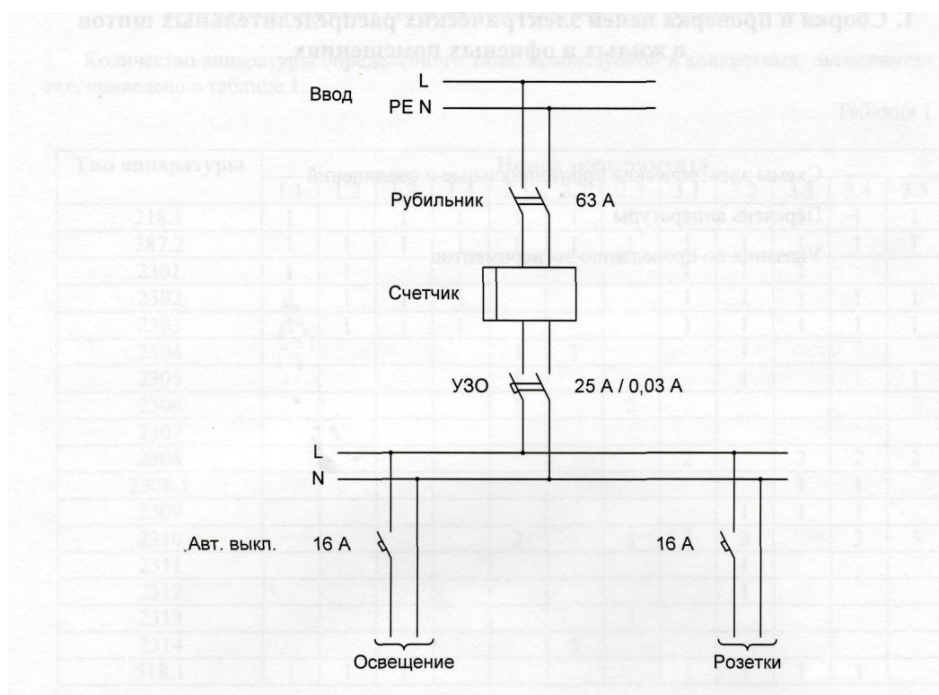
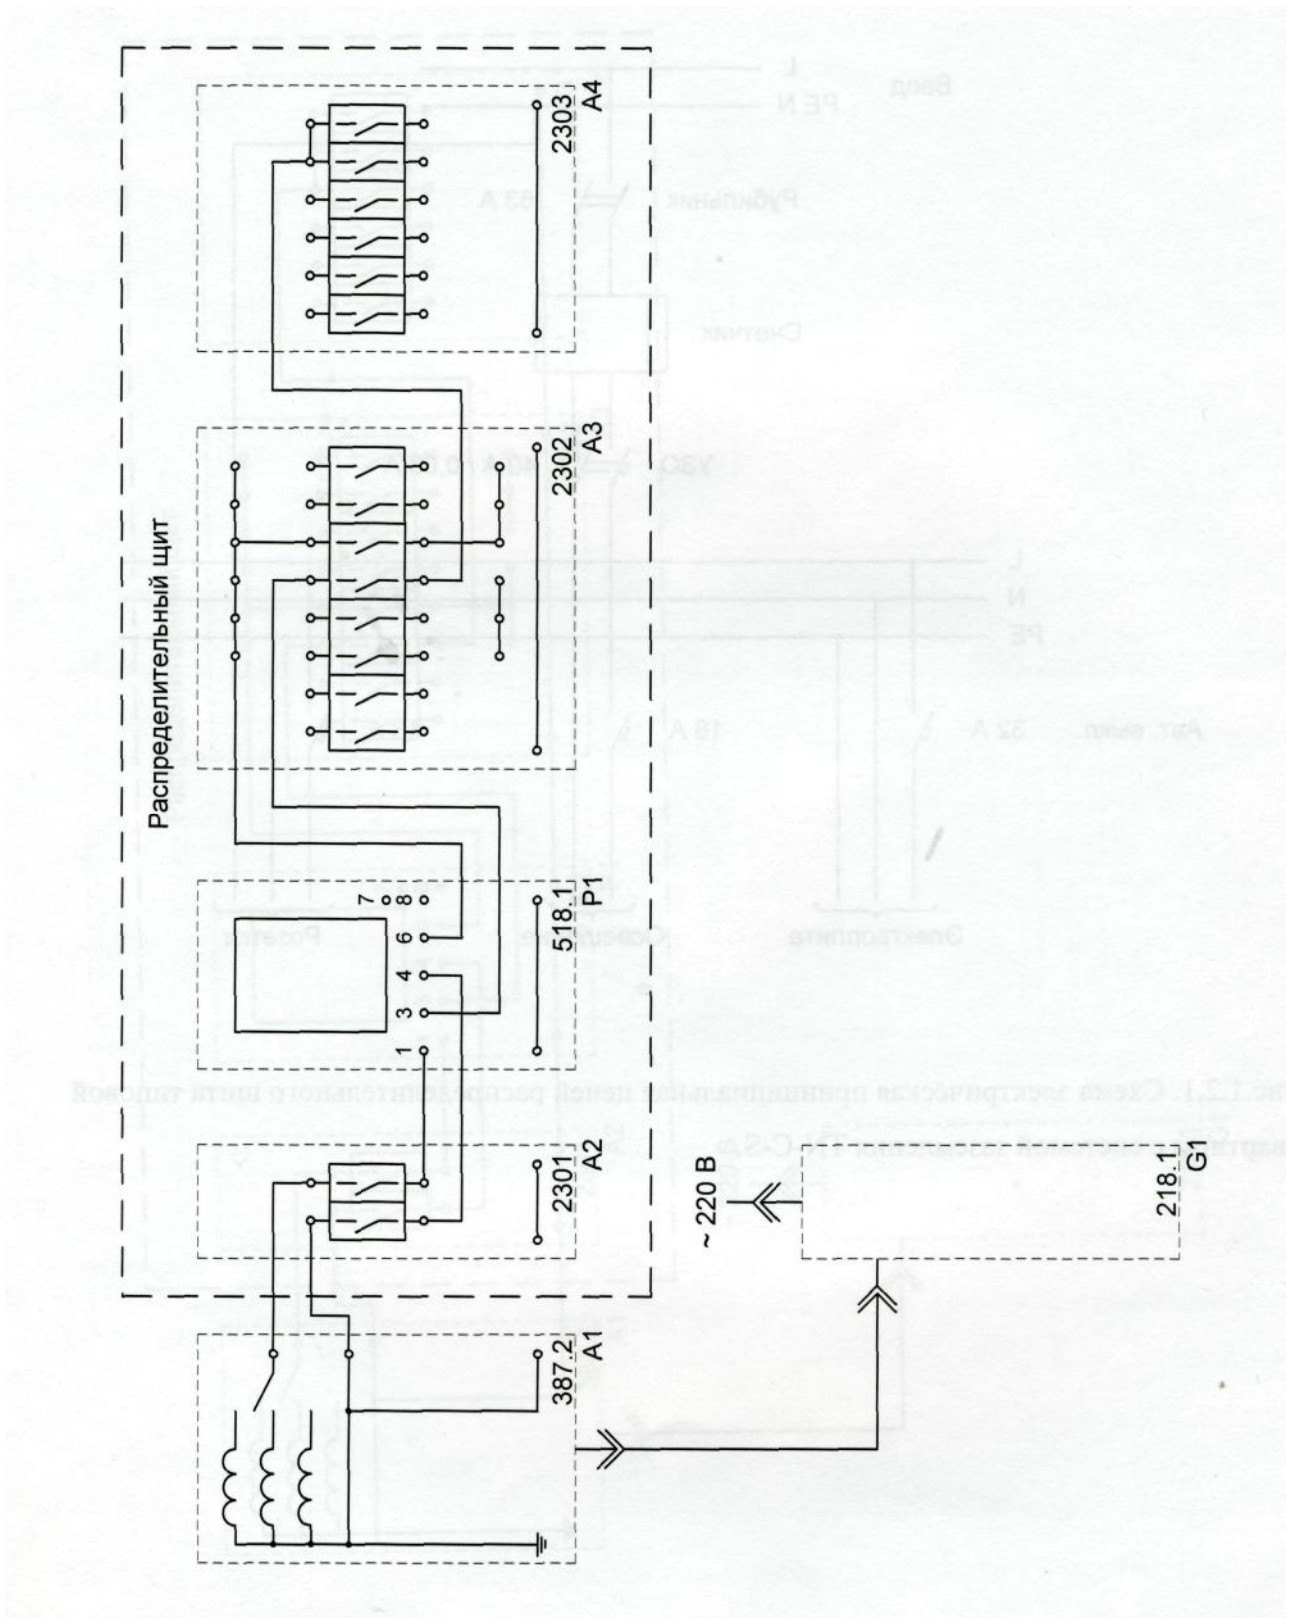

Рисунок 1. Принципиальная схема электропроводки квартиры
Рисунок 2. Монтажная схема распределительного щита
*Порядок чтения схемы.* Определить источник питания, род тока, напряжение цепи. Отыскать интересующий элемент схемы. Выяснить последовательность работы аппаратов, управляющих контактами цепи интересующего элемента. Оценить последствия вероятных неисправностей. Принципиальная и монтажная схемы цепи распределительного щита квартиры с двухпроводной электрической сетью и устройством защитного отключения представлены на рис.1 и рис.2.(Лабораторный стенд 1).
- Соедините аппаратуру в соответствии со схемой электрической соединений, приведенной на рис. 2.